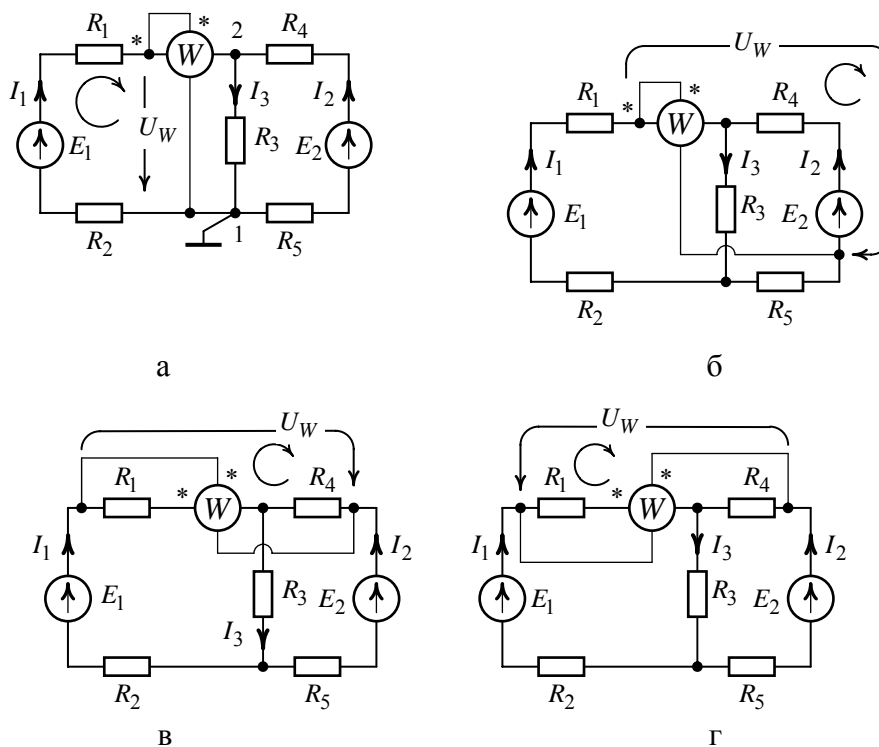

Рис. 8.4
Для цепи (рис. 8.4) требуется определить показания ваттметра для различных схем включения измерительных обмоток. Дано: $E_1 = 120 \text{ В}$, $E_2 = 40 \text{ В}$, $R_1 = 26 \text{ Ом}$, $R_2 = 32 \text{ Ом}$, $R_3 = 42 \text{ Ом}$, $R_4 = 16 \text{ Ом}$, $R_5 = 21 \text{ Ом}$.
1. Выполним расчет токов в ветвях схемы по методу двух узлов. Потенциал узловой точки 1 примем равным нулю ($\varphi_1 = 0$). Напряжение между узловыми точками 2 и 1 (рис. 8.4, а)
3. Показание ваттметра, включенного по схеме (рис. 8.4, а). Напряжение, приложенное к измерительной обмотке, $U_W = U_{21}$.
4. Показание ваттметра, включенного по схеме (рис. 8.4, б). Напряжение, приложенное к измерительной обмотке, найдем по второму закону Кирхгофа для указанного на схеме рис. 8.4, б контура:
5. Показание ваттметра, включенного по схеме (рис. 8.4, в). Напряжение, приложенное к измерительной обмотке
6. Показание ваттметра, включенного по схеме (рис. 8.4, г). Напряжение, приложенное к измерительной обмотке